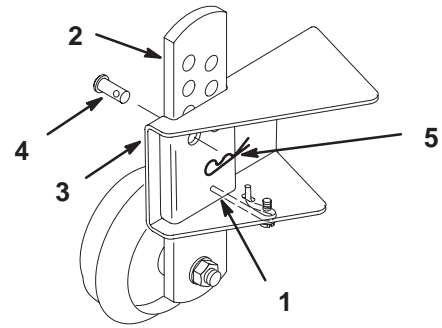

Bild 3
5. Biegen Sie die Feder durch, schieben Sie die Einstellplatte der Radstelze auf die Radstelzenhalterung des Schneidwerks und befestigen Sie sie mit dem Stift und Splint (Bild 3).